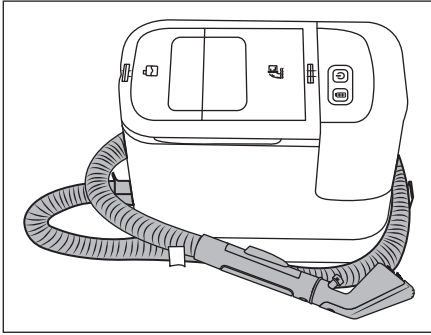

Fig. 4
- ◆ Extraiga el soporte para el tubo 15 del aparato. Coloque el tubo de rociado/aspiración 15 alrededor del aparato y utilice para ello los soportes para el tubo 15/16 (consulte la fig. 4).